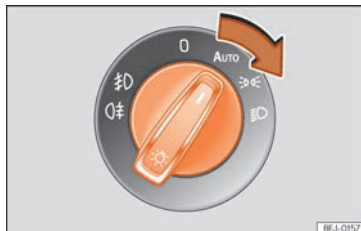

Abb. 105 Instrumententafel: Lichtschalter.
- Lichtschalter in die gewünschte Position drehen »» **Abb. 105.**